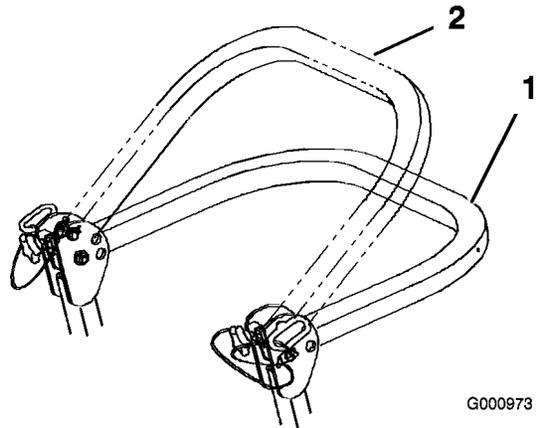

Figure 6
3. Abaissez l'arceau de sécurité à la position la plus basse. La position abaissée est à deux niveaux (voir Figure 6).